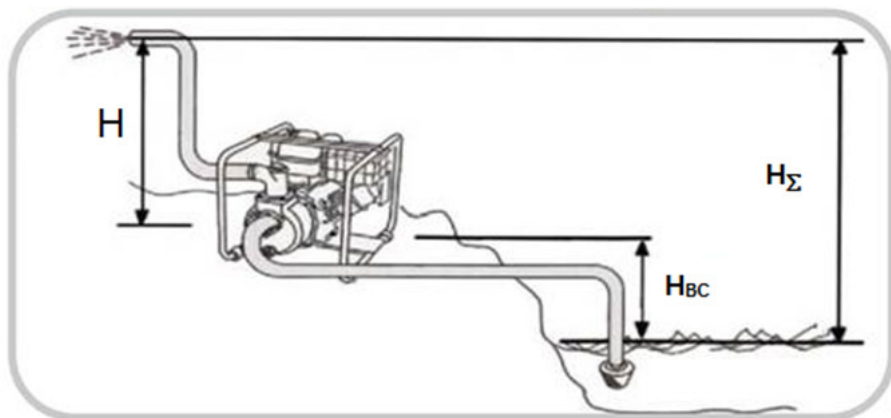

Рис. 1 Основные характеристики мотопомпы
**Максимальный напор  $H$  (геометрическая высота нагнетания), м** – высота, на которую можно поднять воду при стремящейся к нулю производительности насоса (Рис. 1).
**Общая высота подъема  $H_{\Sigma}$ , м** – высота, на которую можно поднять воду с уровня воды в водоеме до высоты, соответствующей максимальному напору (Рис. 1).